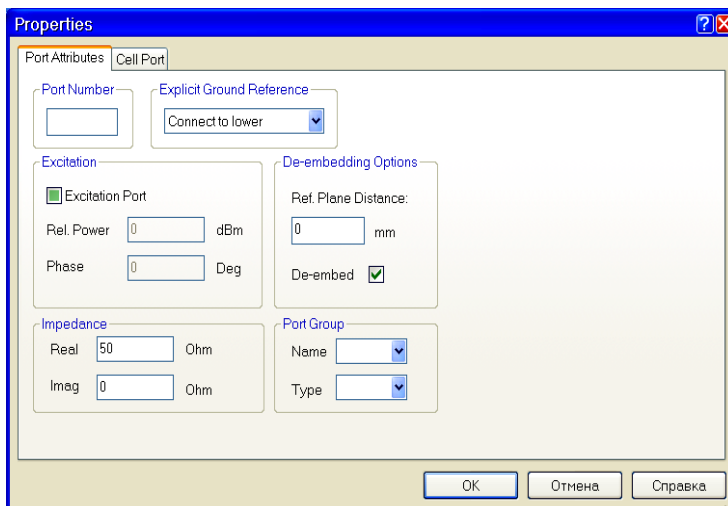

Рис. 7.45
структуры нужно указать нижнюю земляную пластину, относительно которой нужно подать напряжение для возбуждения линии. Введите в поле **Explicit Ground Reference** значение **Connect to lower** (подключить к низу), как показано на рис. 7.45. Кроме того, в поле **Ref. Plane Distance**
4. Нажмите клавишу **Shift** и щёлкните поочерёдно по все портам, чтобы выделить их. Щёлкните правой кнопкой мышки по любому выделенному порту и выберите **Shape Properties**. Откроется окно свойств. Обратите внимание на поле **Explicit Ground Reference** (Ссылка на явную землю). В этом поле стоит значение **None**. При этом значении считается, что земля находится в бесконечности, что может вызвать дополнительную погрешность при анализе. Чтобы избежать этого, нужно указать ссылку на землю, которой может быть верхняя или нижняя земляные плоскости. Для нашей структуры нужно указать нижнюю земляную пластину, относительно которой нужно подать напряжение для возбуждения линии. Введите в поле **Explicit Ground Reference** значение **Connect to lower** (подключить к низу), как показано на рис. 7.45. Кроме того, в поле **Ref. Plane Distance** можно установить **0**, чтобы удалить сдвиг референсной плоскости. В AXIEM неоднородность порта мала и может быть исключена процедурой исключения (de-embedding) без сдвига референсной плоскости. Для проверки этого можно выполнить анализ со сдвигом референсной плоскости и без этого сдвига. В нашем случае результаты практически не будут отличаться. Нажмите **OK**.